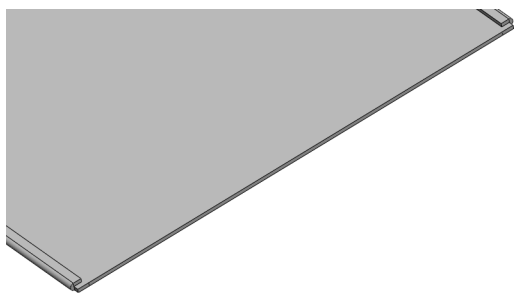

图 13-61 创建分割线特征效果
(14) 单击【确定】按钮, 即可创建分割线特征, 如图 13-61 所示。